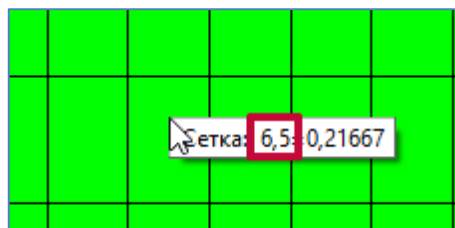

Рисунок 25. Карта – координаты ячейки
- 2) перейдя в окно «Карта», кликнуть ПКМ на ячейку, координаты которой будут координатами скважины, и выбрать «Добавить скважину». Координату ячейки на «Карте» можно увидеть, наведя курсор на ячейку (Рисунок 25).